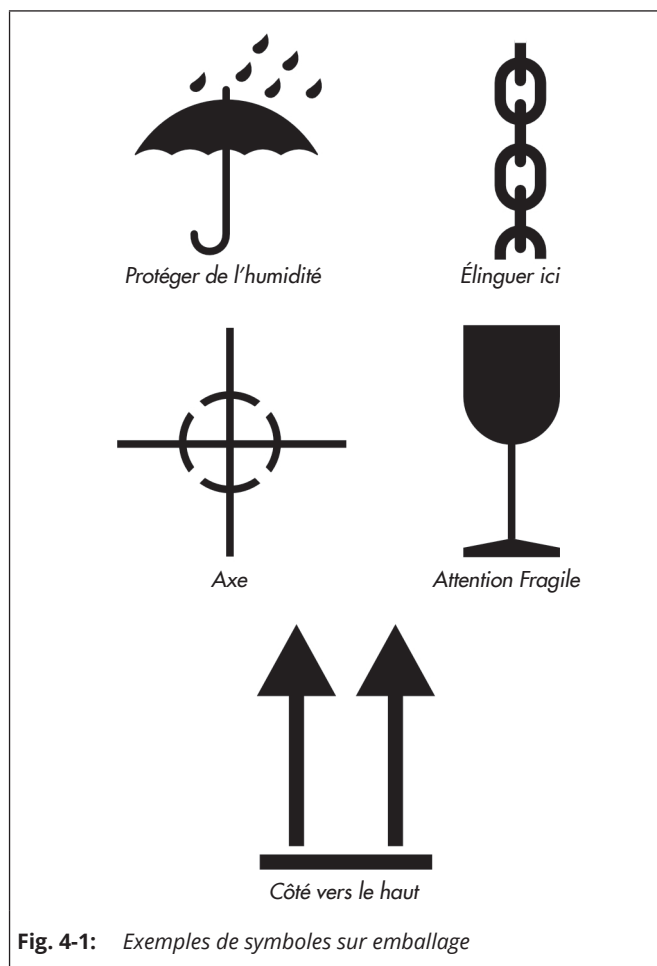

Fig. 4-1: Exemples de symboles sur emballage
- ⇒ Fixer une élingue sur chaque bride du corps et sur le support (p. ex. crochet) de la grue ou du chariot élévateur, voir Fig. 4-1.
- ⇒ Utiliser un crochet doté d'une fermeture sécurisée pour supporter l'appareil afin d'empêcher les dispositifs d'arrimage de glisser hors du crochet au cours du levage et du transport, voir Fig. 4-1.